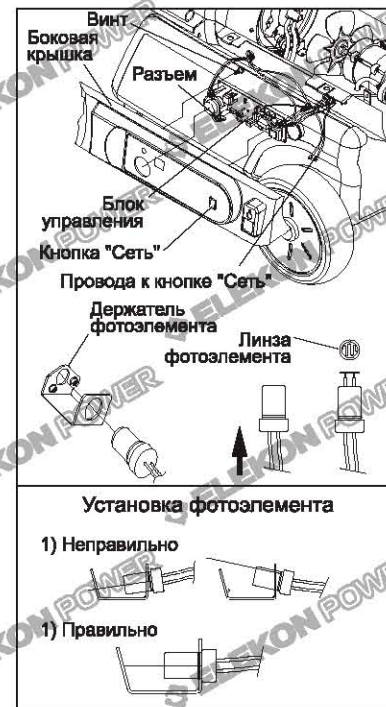

Рис. 18. Замена фотоэлемента
- Снимите блок управления, открутив два винта. (рис. 18)
- Установите новый фотоэлемент как показано на рис.18.